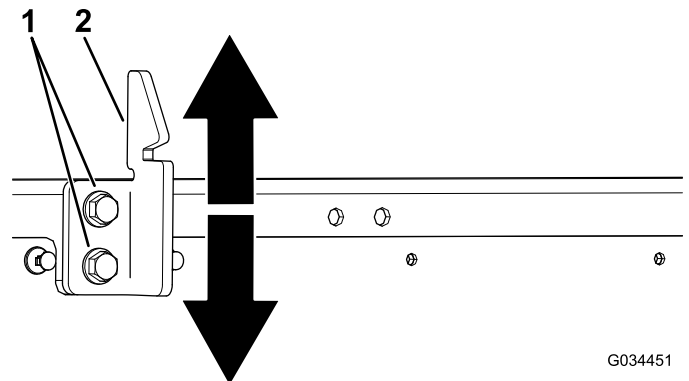

Bild 58
3. Lösen Sie die zwei Schrauben am Schlagbolzen des Ladepritschenriegels und bewegen Sie den Schlagbolzen nach oben oder unten, je nachdem, ob der Schlagbolzen zu hoch oder zu niedrig ist (Bild 58).
4. Ziehen Sie die zwei Schrauben am Schlagbolzen des Ladepritschenriegels an (Bild 58).